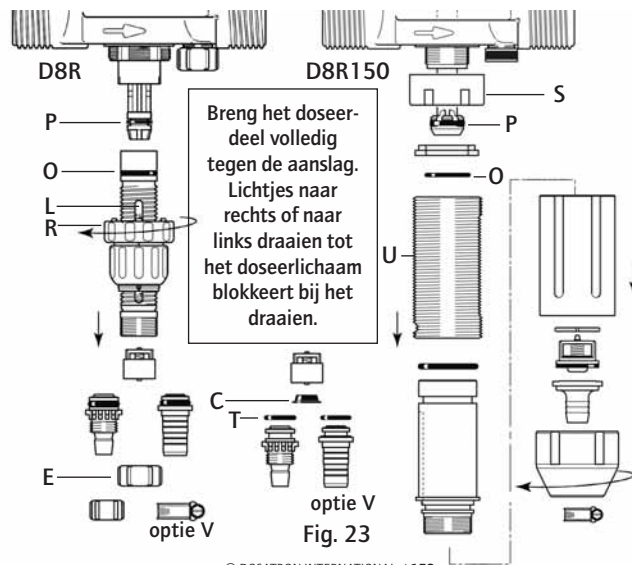

Fig. 23
- De pakking van de zuigbuis (Fig. 23-O) en die van de doseerzuiger (Fig.23-P) veranderen.
- Voor de D8R, de moer van de aanzuigklep (Fig. 23-E) losdraaien, en zorg ervoor de elementen van de klep niet te verliezen, daarna de O-ring vervangen (Fig. 23-T) en de pakking van de klep (Fig. 23-C).
- Voor de D8R150, terwijl u de moer (Fig. 23-S) op zijn plaats houdt, draai het omhulsel van het doseerapparaat los (Fig. 23-U) en naar beneden trekken.
- Nota:** de doseerschaal (Fig. 23-L) moet tegenover u in positie gebracht worden.
- De vasthoudmoer (Fig. 23-R) draaien tot blokkering.